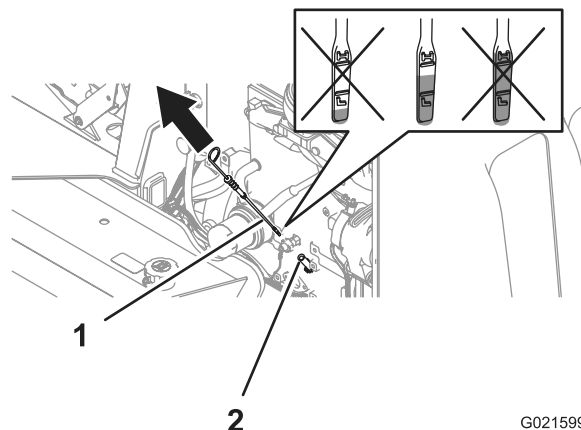

Figura 41
4. Togliete l'asta di livello e pulitela con un panno pulito (Figura 41).
5. Inserite l'asta di livello nel tubo dell'asta, quindi estraetela e controllate il livello dell'olio (Figura 41).